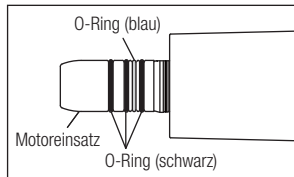

Abb. 3
- Der blaue O-Ring ist dünner als die 3 schwarzen O-Ringe. Stellen Sie sicher, dass die O-Ringe in die richtigen Rillen eingesetzt werden, wie in Abb. 3 gezeigt.